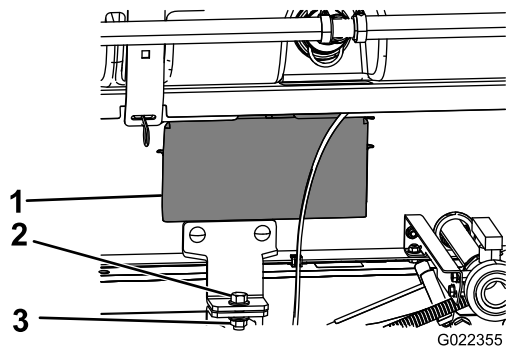

Bild 13
12. Öffnen Sie die beiden Zugangsplatten an beiden Seiten des Behältergestells und stellen Sie sicher, dass keine Schläuche oder Kabel gequetscht sind (Bild 13).
15. Befestigen Sie das Behältergestell mit einer Schraube (1/2" x 1 1/2") und einer Sicherungsmutter (1/2") am Rahmen, wie in Bild 13 abgebildet.